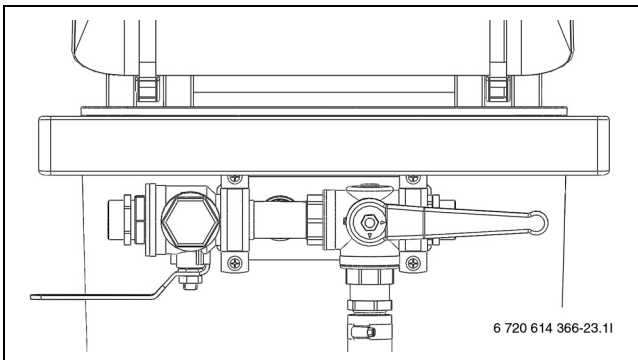

Рис. 24 Станция в положении заполнения
- ▶ Установите краны на станции в положение заполнения и заполните контур рассолом (→ рис. 24).